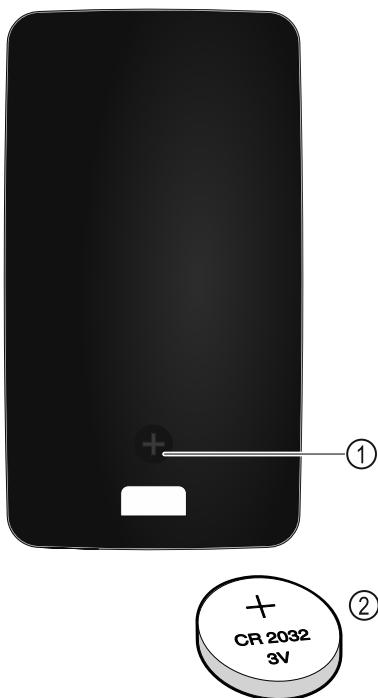

Fig. 223
Электропитание пульта дистанционного управления осуществляется через аккумуляторную батарею типа CR 2032 с 3В Fig. 223 (2), которую можно приобрести в специализированных магазинах.
- Выкрутите винт Fig. 223 (1) на обратной стороне пульта дистанционного управления.